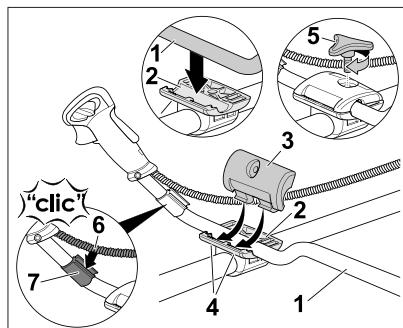

Fig. 01
- Insira o guidão (1) no suporte inferior (2), [Fig. 01].
- Prenda o suporte superior (3) nas aberturas (4) do suporte inferior (2) e fixe-o com o manípulo (5).
- Aperte bem o manípulo (5), até o guidão (1) ficar fixo e não mover-se.
- Introduza o chicote de cabos (6) dentro do suporte (7), exercendo pressão até ouvir o "clic".